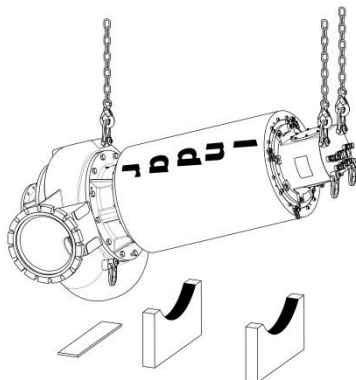

Рисунок 7: Переворачивание при помощи подъемного оборудования с двумя крюками.
3. Закрепите один из крюков крана за подъемную проушину или за два рым-болта, установленные под 180° на клеммной коробке. Второй крюк закрепите за рым-болт на корпусе насоса. (см.рисунок 7).